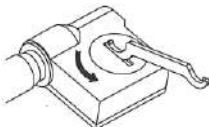

Рис. 1
- Поверните крышку батарейного отсека гаечным ключом против часовой стрелки (рис. 1), затем снимите ее.